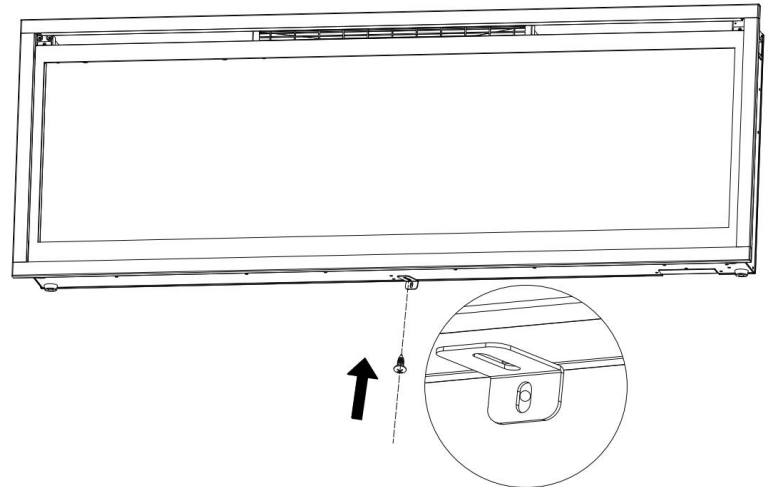

Fig 3-2
B. Befestigen Sie den L-Winkel (mitgeliefert) mit der zuvor entfernten Schraube an der Unterseite des Kaminkastens (**Abb. 3-2**).